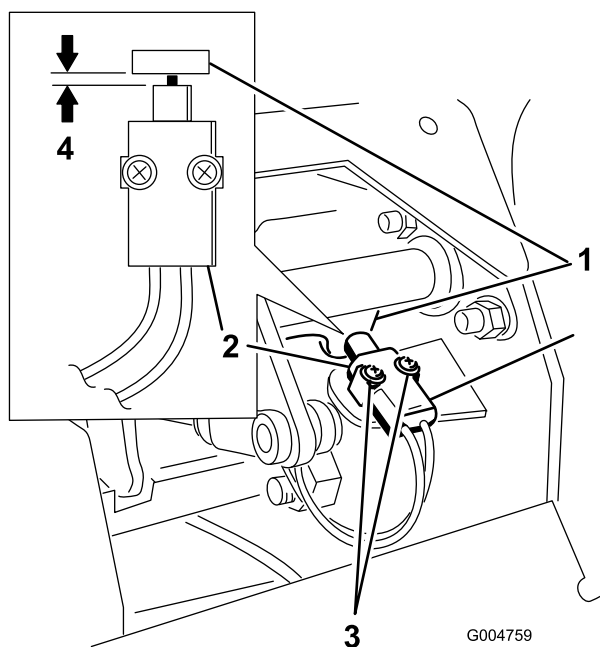

図 55
4. ブレーキ・シャフトのタブとインタロック・スイッチのボディーとの距離が 0.4~1 mm になるように、スイッチの位置を調整する(図 55)。